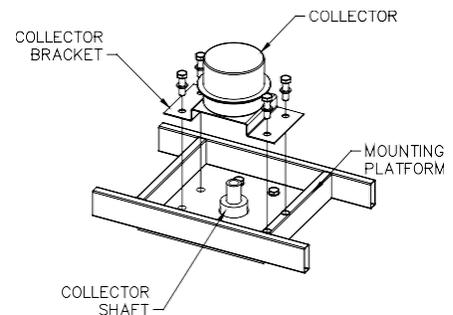

Abb. 11A. Kollektor-Baugruppe.
11.1 Nachdem der Kran an der Montageplattform befestigt wurde, entfernen Sie vier der M16-Befestigungsschrauben und Unterlegscheiben wie in **Abb. 11A** gezeigt, um Platz für die Kollektormontagehalterung zu schaffen. Stellen Sie sicher, dass der Kran mit den verbleibenden vier Schrauben sicher befestigt ist.